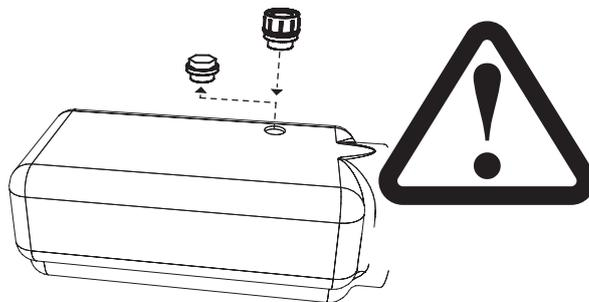

Abbildung 17. Den Transportstopfen ggf. durch einen normalen Tankdeckel ersetzen
3. Sicherstellen, dass der Hydrauliktank mit einem dicht schließenden Transportstopfen versehen ist. Diesen dann durch die normale Tankkappe aus dem Lieferumfang ersetzen. Siehe Abbildung 17.